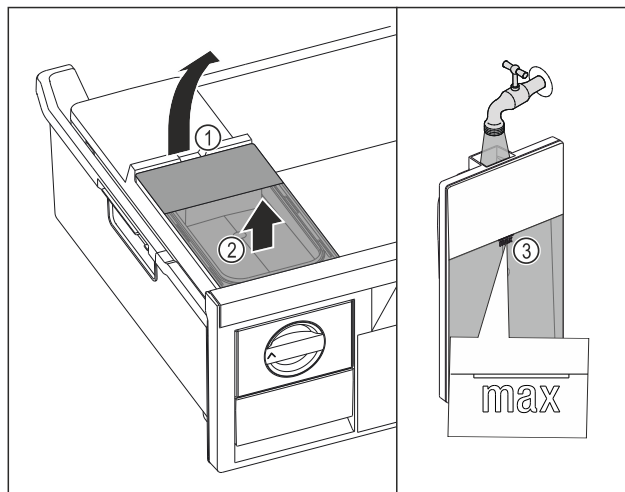

Fig. 62
- ▶ 从凹槽 Fig. 62 (1) 抬起水箱。
- ▶ 向上取出水箱。Fig. 62 (2)
- ▶ 向水箱注入饮用水，直至标记 Fig. 62 (3)。